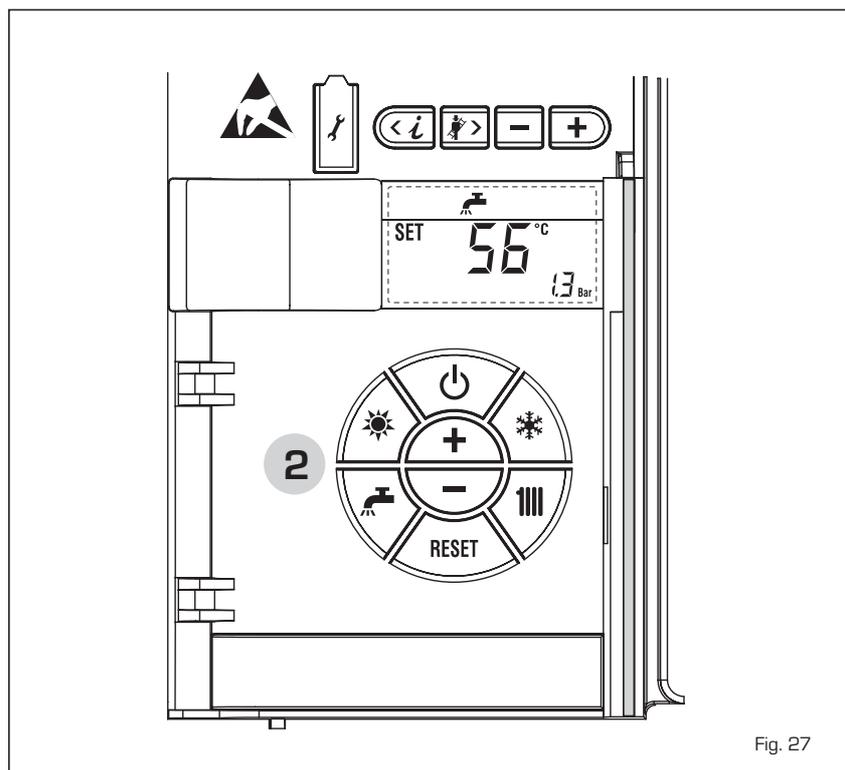

Fig. 27
REGULAÇÃO DA TEMPERATURA DA ÁGUA SANITÁRIA (fig. 27)
- ALL 01 (fig. 27)
- ALL 02 (fig. 27/a)
- ALL 06 (fig. 27/c)
- ALL 07 (fig. 27/d)